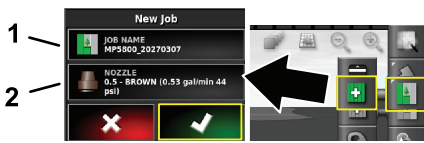

Figura 11
1. Premete l'icona dell'attività sul lato destro dello schermo (Figura 11).
2. Inserite il nome dell'attività (Figura 11).
1. Premete l'icona dell'attività nell'angolo destro superiore dello schermo (Figura 11).